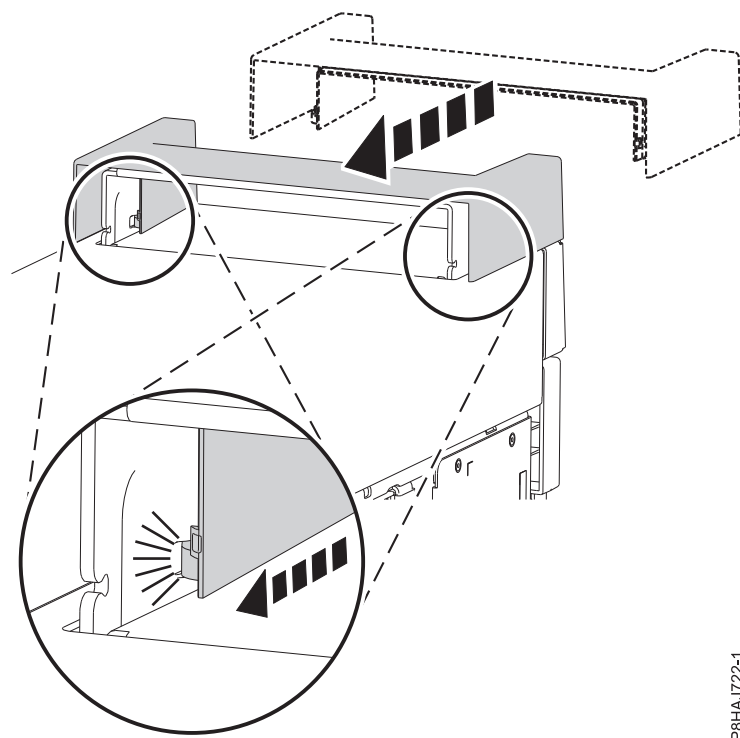

Figura 18. Protegendo a tampa da alça em um sistema 8286-41A independente
1. Proteja a tampa da alça da estação de acoplamento RDX interna (FC EUA3) arrastando-a para a parte traseira do sistema. Consulte o Figura 18.